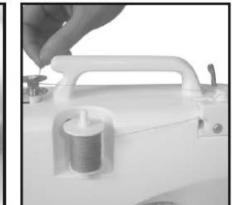

рис. 10
- Вручную поверните шпульку по часовой стрелке (рис. 10)